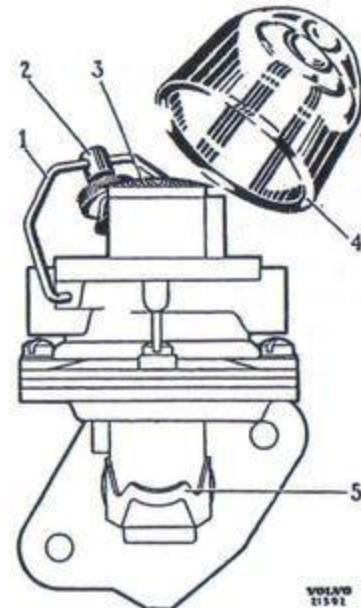

Bild 18. Bränslepump.
- Lossa skruven och för bygeln åt sidan. Ta bort glasskålen och filtret (bild 18).